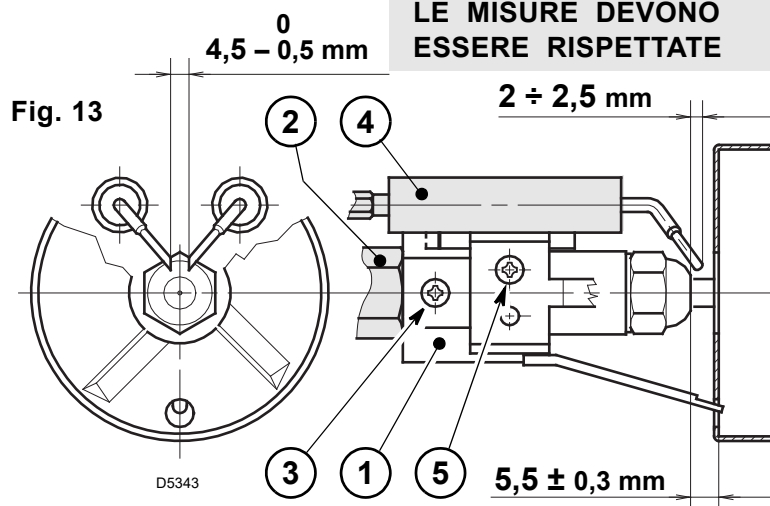

Fig. 13
- Agganciare il bruciatore alla flangia (1), togliere il boccaglio (2) dopo aver allentato le viti (3).
- Sfilare i cavetti (4) dagli elettrodi, estrarre dal gruppo portaugello il gruppo supporto elica (5) dopo aver allentato la vite (3, Fig. 13, pag. 7).
- Avvitare l'ugello (6) correttamente stringendolo come mostrato in figura.
- Estrarre il gruppo portaugello (1) dopo aver allentato le viti (2), svitato il dado (3), sfilato i cavetti (4) dall'apparecchiatura, la sensore fiamma (5) e la presa (6).
- Sfilare i cavetti (4) dagli elettrodi, estrarre dal gruppo portaugello (1) il gruppo supporto elica (9) dopo aver allentato la vite (3, Fig. 13).
- **Avvitare l'ugello (10) correttamente stringendolo come mostrato in figura.**
4.2 REGOLAZIONE ELETTRODI (Vedi Fig. 13)